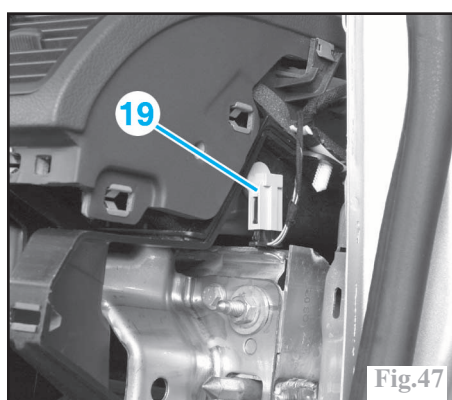

Fig.47
Véhicule avec climatisation régulée, de chaque côté, débrancher le connecteur de la sonde de température (19) (Fig.47).